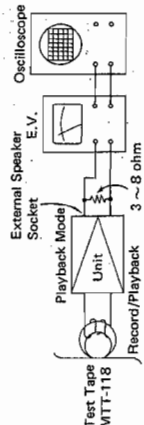

Figure 33-3
1. Connect instruments as shown in Fig. 33-3.
1. Die Instrumente gemäß Abb. 33-3 anschließen.
1. Brancher les instructions comme cela est indiqué dans Fig. 33-3.